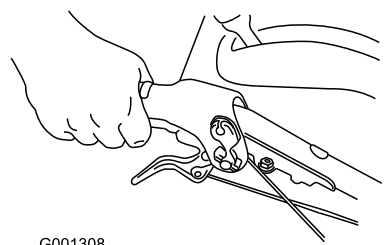

Figura 14
**Nota:** Después de completar el giro, suelte la palanca del embrague de la rueda. Se engrana la tracción en ambas ruedas (Figura 14).